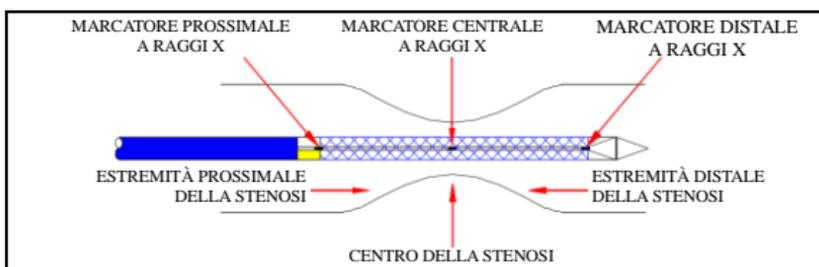

Figura 4
- Quando il marcatore radiografico centrale raggiunge il centro della stenosi target, continuare a tirare indietro il connettore finché lo stent non è completamente dispiegato. (Vedere Figura 4, 5)
- Quando il marcatore radiografico centrale raggiunge il centro della stenosi target, continuare ad avanzare verso il connettore finché lo stent non è completamente dispiegato. (Vedere Figura 4, 6)